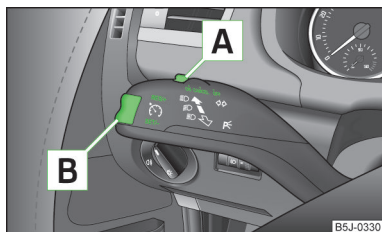

Fig. 98
- Apăsați comutatorul » fig. 98 în poziția **ON**.
- Apăsați butonul basculant » fig. 98 la pagina 116 în poziția **RES**.
- Viteza memorată se poate **reduce** prin apăsarea butonului basculant » fig. 98 la pagina 116 în poziția **SET**.
Sistemul de control al vitezei de croazieră se **dezactivează temporar** prin apăsarea comutatorului » fig. 98 la pagina 116 în poziția amortizată **CANCEL**, respectiv dacă se apasă și pedala de frână sau de ambreiaj.
- Apăsați comutatorul » fig. 98 la pagina 116 spre dreapta, în poziția **OFF**.